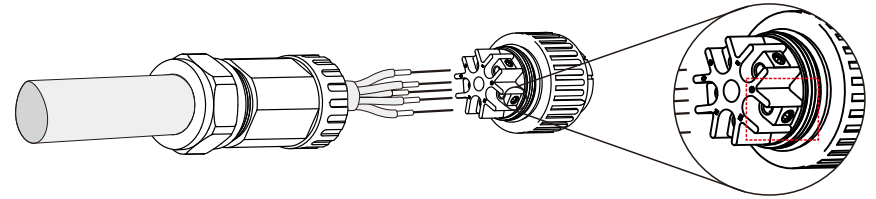

图5.22 连接电缆线
A) 剥开交流电缆线绝缘护套70mm，使铜导体裸露出9mm左右，将电缆线穿过连接端子的螺母和护套，插入到对应的端子中，并用内六角扳手拧紧。(如图5.22所示)。